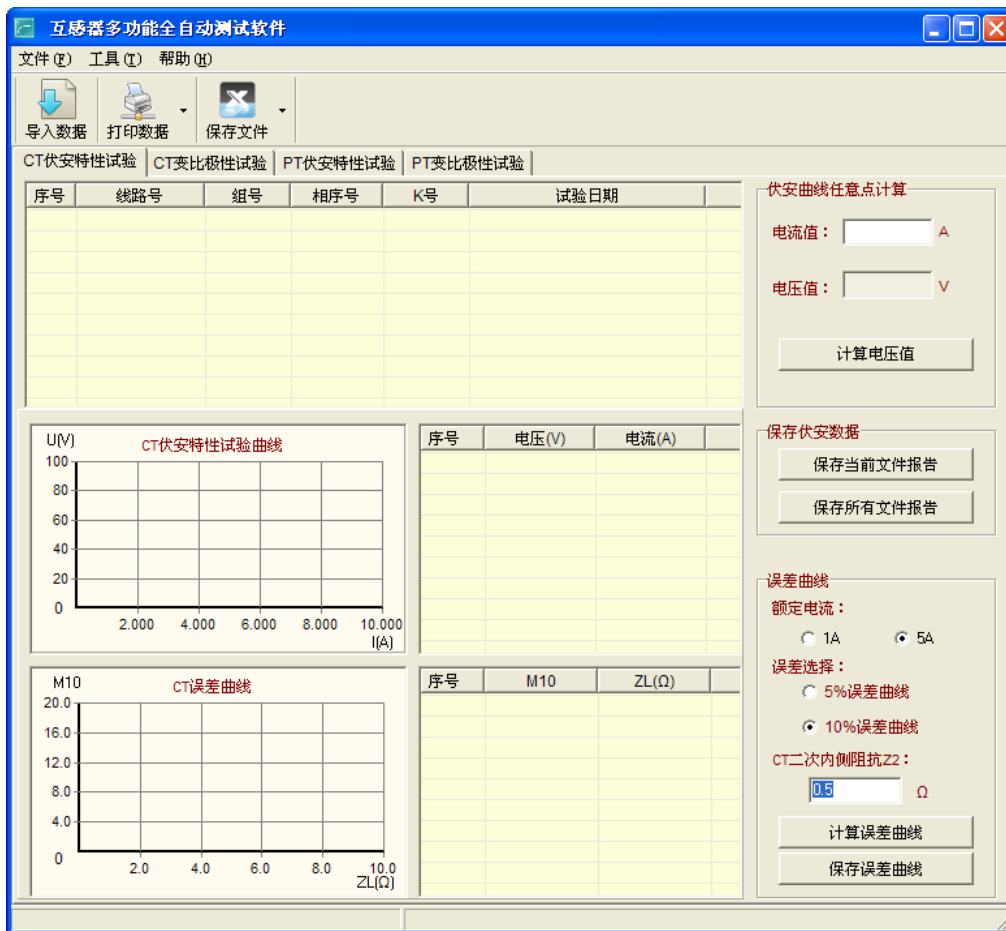

图 5.2 软件界面
1. 双击 互感器多功能全自动测试软件.exe，运行互感器多功能全自动测试软件，如图 5.2 所示。